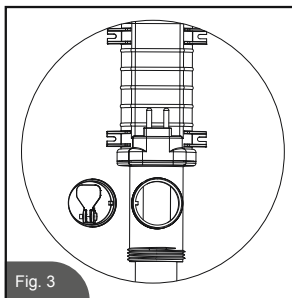

Fig. 3
2. Nettoyez les dépôts et les débris sur la surface du capteur de débit avec un tuyau d'arrosage. (utilisez une brosse en plastique si cela s'avère nécessaire mais pas une brosse métallique) (voir Fig. 3)